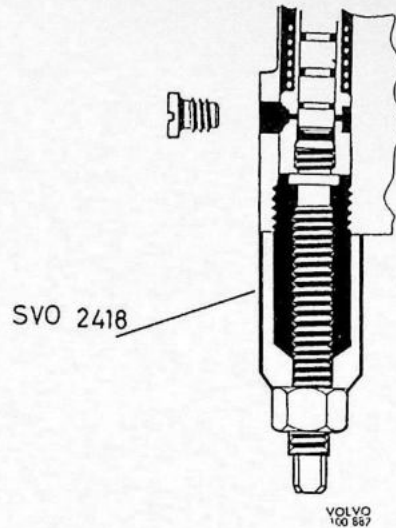

Fig. 4-56. Demontage van de oliepomp
4. De pomp wordt als volgt gedemonteerd: Draai de schroef die de pomp op z'n plaats houdt los door het gat in het verlengstuk (58). Bevestig trekker SVO 2418 op de plaats van de klepzitting en trek de pomp eruit; zie Fig. 4-56.
8. Verwijder de stoppen en neem de onderdelen van de bedieningsklep, het overdrukventiel en de uitlaatklep van de pomp eruit. Verwijder de borgschroef en haal de oliepomp eruit. Verwijder, indien de pomp te vast zit de klepzitting met sleutel SVO 2419 zie Fig. 4-55. Trek dan de pomp eruit met trekker SVO 2418; zie Fig. 4-56.